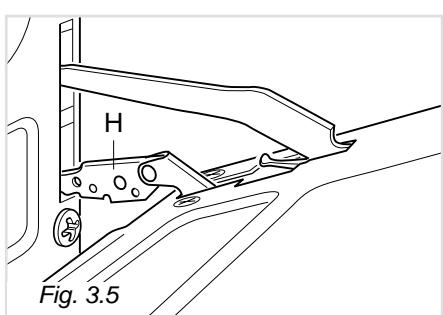

Fig. 3.5
- Saisir la porte (comme indiqué sur la fig. 3.4) et, tout en la fermant, libérer les charnières comme illustré sur la fig. 3.5.
- Saisir la porte, en plaçant les deux mains près des charnières, et soulever les leviers "H" avec les index (fig. 3.5).